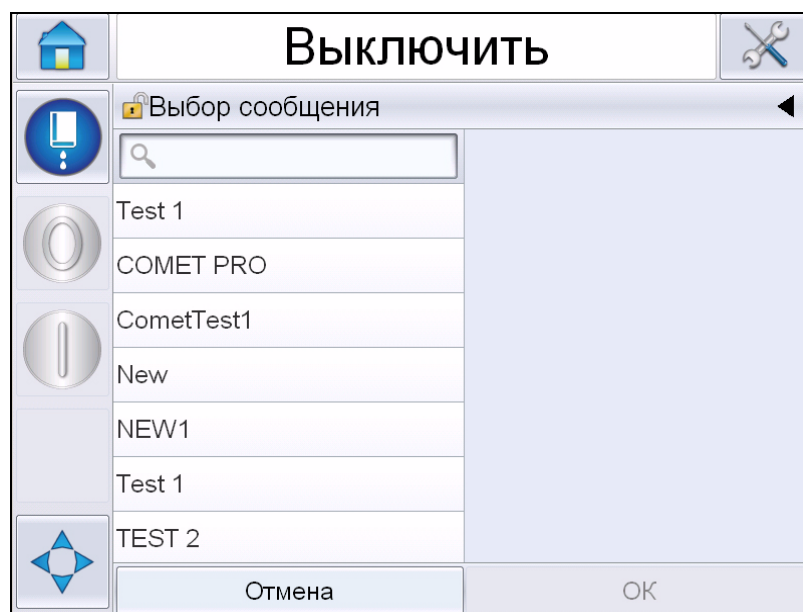

Рис. 4-27: Выбор сообщения
- 2 Появится список имеющихся сообщений (смотрите Рис. 4-27).